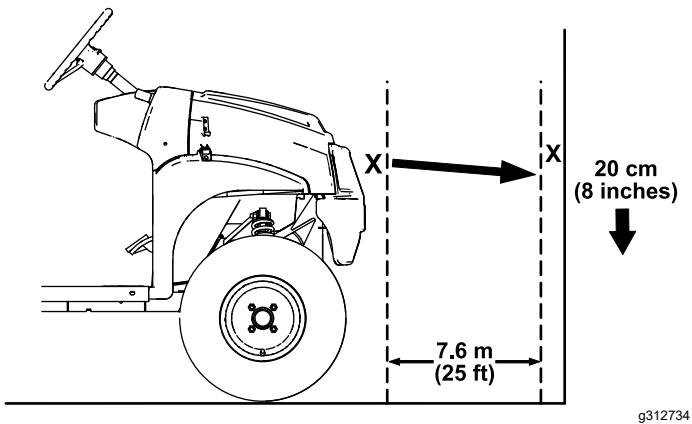

Bild 52
1. Stellen Sie die Maschine auf einer ebenen Fläche ab, dabei sollte der Abstand der Scheinwerfern ca. 7,6 m von einer Wand entfernt sein (Bild 52).
Der hellste Teil des Scheinwerfers sollte 20 cm unter der Markierung an der Wand liegen (Bild 52).